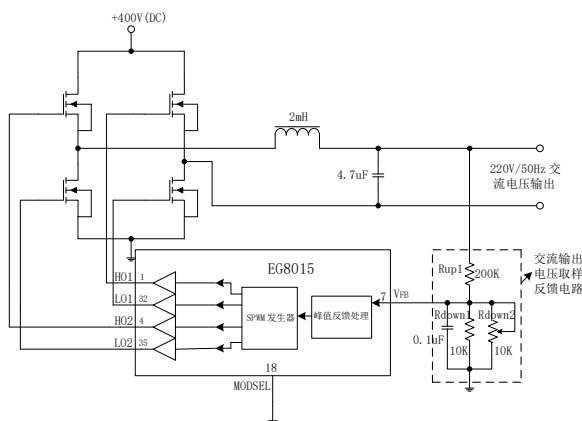
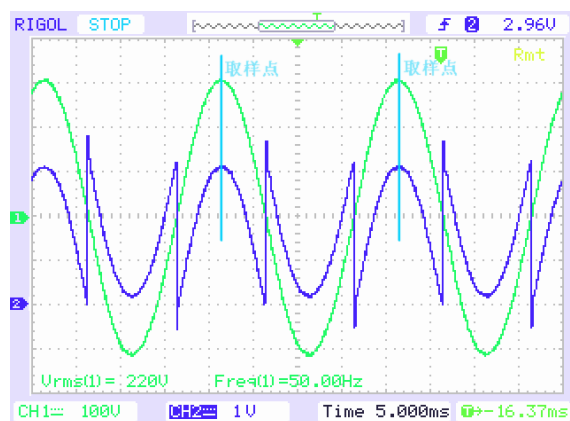

图 8.2a EG8015 单极性调制输出电压反馈电路
图 8.2b 实测的 SPWM 单极性调制纯正弦波输出波形和 VFB 反馈波形
单极性调制时仅一桥臂做 SPWM 调制输出，另一桥臂做基波输出，应用时滤波电感需要接在 SPWM 调制桥臂输出端，电压取样反馈电路同样需要接在 SPWM 调制桥臂电感的输出端，如图 8.2a 所示。
倍频调制方式时两桥臂都做 SPWM 调制输出，应用时每个桥臂都需串入一个电感到输出端或使用一个差模电感，电压取样反馈电路需使用 EG8015 的内部运放，接成差分电路做电压反馈处理，如图 8.2b 所示。倍频调制方式的优点是 H 桥上开关管的频率为 20KHz，输出电感和输出电容上的开关频率是 PWM 频率的二倍（40KHz），这种调制方式可以降低电感的体积和线径。
单极性调制模式下的电压反馈电路，电路结构如图 8.2a 所示，需将 MODSEL 引脚接到 GND，降压电阻网络 Rup1 和 Rdown1、Rdown2 需接在 SPWM 调制臂的电感输出端，电压反馈处理是通过引脚 (7) VFB 测量逆变器输出的交流电压，通过反馈的峰值电压和内部基准正弦波峰值电压 3V 进行误差计算，然后对输出电压值作出相应调整。当输出电压升高时，该引脚电压也随之升高，经内部电路误差值计算后调整幅度因子乘法器系数，实现降低输出电压达到稳压过程，反之，当该引脚的电压减低时，芯片会作出升高输出电压。图 8.2b 为单极性调制方式时 VFB 脚的实际测试波形，EG8015 采用了峰值点采样输出电压，具有稳压精度高、电压调整速度快，当某种原因导致输出电压发生偏离如负载变化或输入电压波动等因数，EG8015 能在 1-3 个交流电周期内调整到期望的输出电压。
$V_{AC1} = [1 + R_{up1} / (R_{down1} // R_{down2})] * 3V / 1.414$ ，这里的反馈电阻接法如图 8.2a。